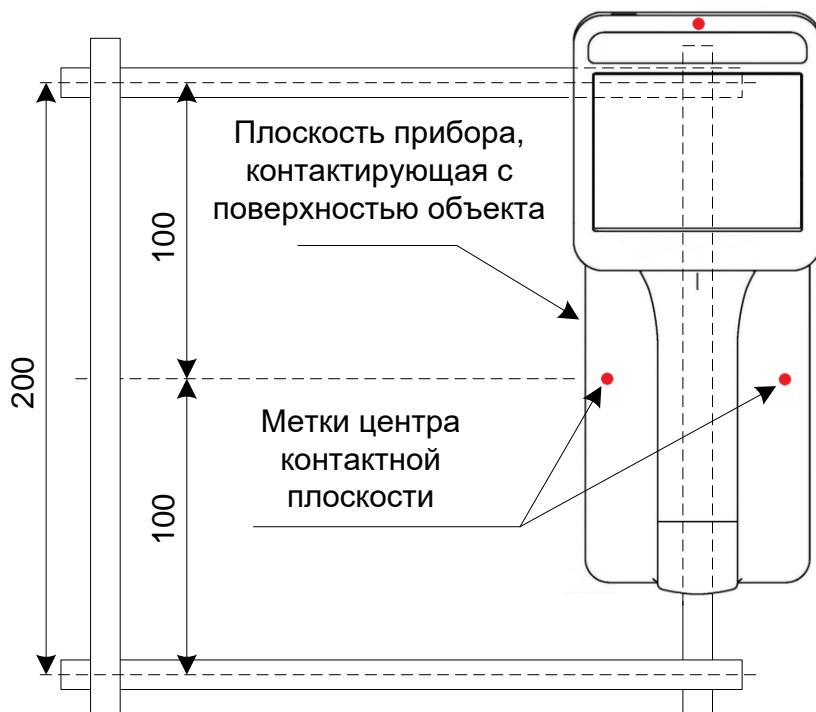

Рисунок 2 – Пример правильного расположения контактной поверхности прибора
Центр контактной плоскости прибора при измерениях (рис. 2) должен быть установлен строго на середину межцентрового расстояния между поперечными элементами сетки арматуры.
- Установите прибор на контролируемую поверхность по линии проекции арматурного стержня в соответствии с рис. 2.
д) Установите прибор на контролируемую поверхность над отверстием по линии проекции арматурного стержня в соответствии с рис. 2.
г) Установите прибор на контролируемую поверхность по линии проекции арматурного стержня в соответствии с рис. 2.